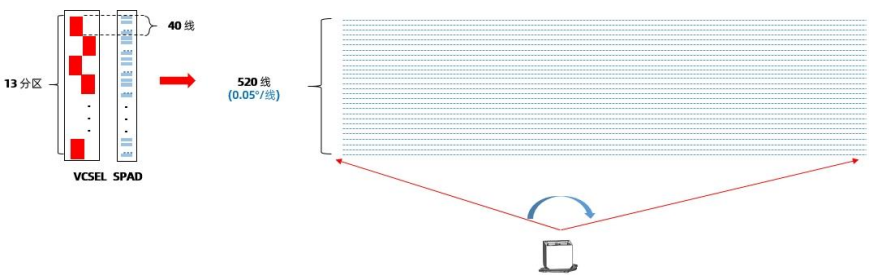

图 1 EM4-T 工作原理图
EM4-T 是一款基于 VCSEL+SPAD-SoC 数字化收发模组+一维转镜扫描的高性能车规级激光雷达。垂直方向上配置了 13 个发射分区，每个分区对应 SPAD-SoC 的 40 线接收，总计 520 线，如图 1 所示。EM4 的最大探测范围为 300 米，非 ROI 区域分辨率为 0.1° (H) $\times$ 0.05° (V)，ROI 区域可达 0.05° (H) $\times$ 0.05° (V)。